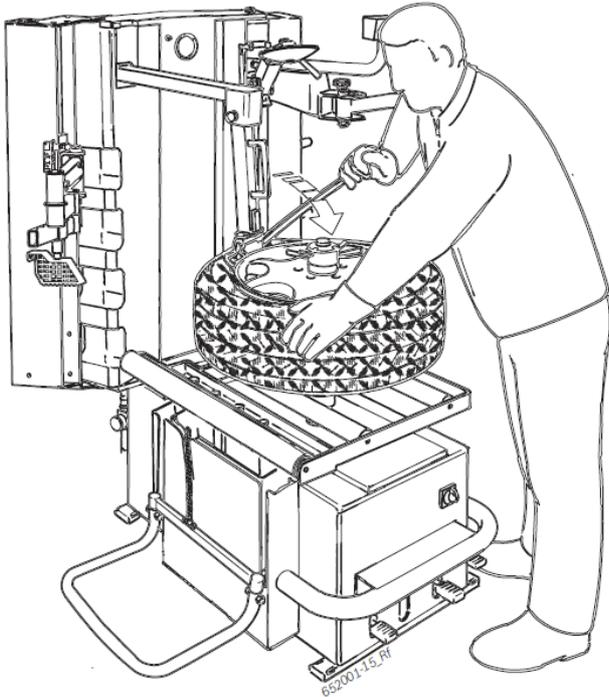

Рис. 8. Ввод лопатки для монтажа шин.
4. Вдвиньте лопатку для монтажа шин между бортом покрышки и монтажной головкой (помощь при вводе) (рис. 8).